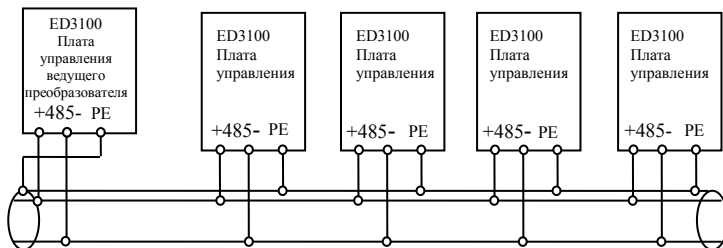

Рис. 3-15 Схема соединений, обеспечивающих связь нескольких преобразователей (все преобразователи и электродвигатели должны быть надежно заземлены)
(3) Как показано на рис. 3-14, с помощью интерфейса RS485 могут быть соединены вместе несколько преобразователей; управление ими осуществляется от программируемого логического контроллера (ПЛК) или машины более высокого уровня, используемой в качестве ведущего устройства. Кроме того, как показано на рис. 3-15, один из преобразователей также может использоваться в качестве ведущего устройства, а другие преобразователи используются при этом как ведомые устройства. При добавлении преобразователей связь может сильнее подвергаться